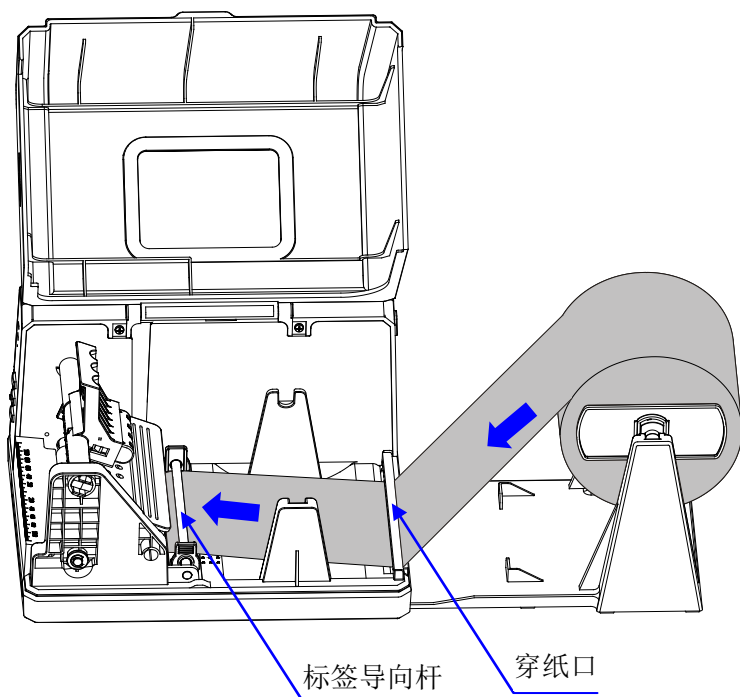

图 5-9
10. 将标签依次从打印机背部的穿纸口和标签导向杆下方穿过（图 5-9）；